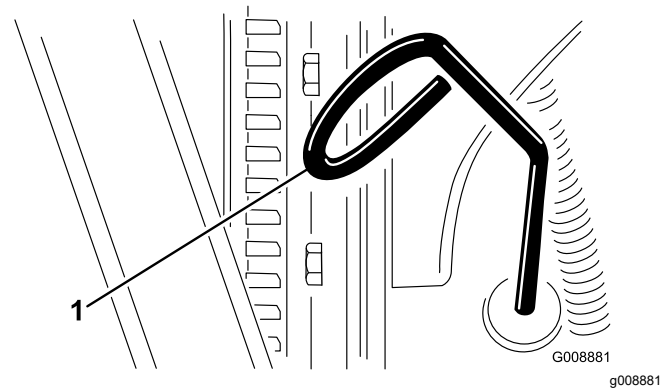

Figura 25
2. Retire la varilla (Figura 25) y límpiela con un paño limpio.